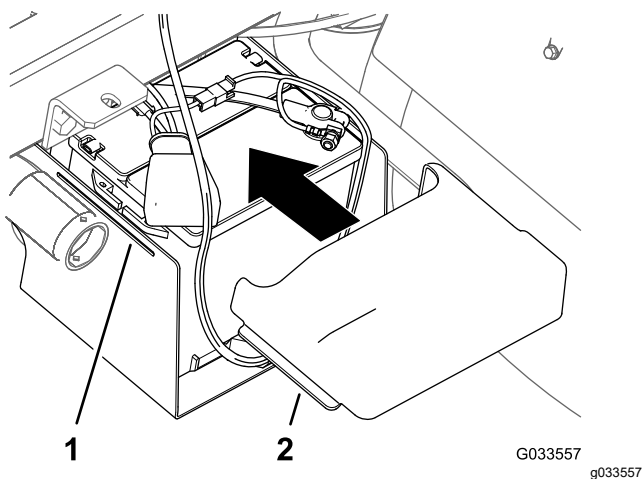

図 31
10. バッテリーカバーを両脇からたわめて、タブをバッテリーベースのスロットから外し、カバーを取り外す図 31。